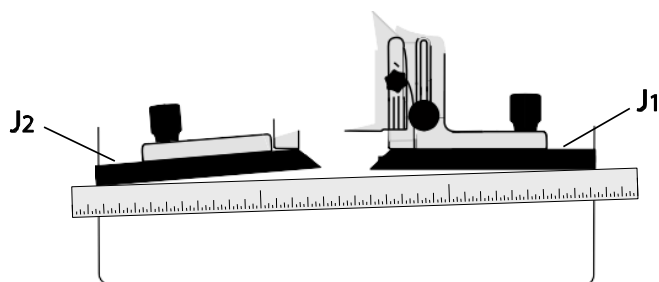

Рисунок 7
**Регулировка необходима**, если упоры не совмещены в одной плоскости (Рисунок 7). Прделайте шаги, описанные ниже.